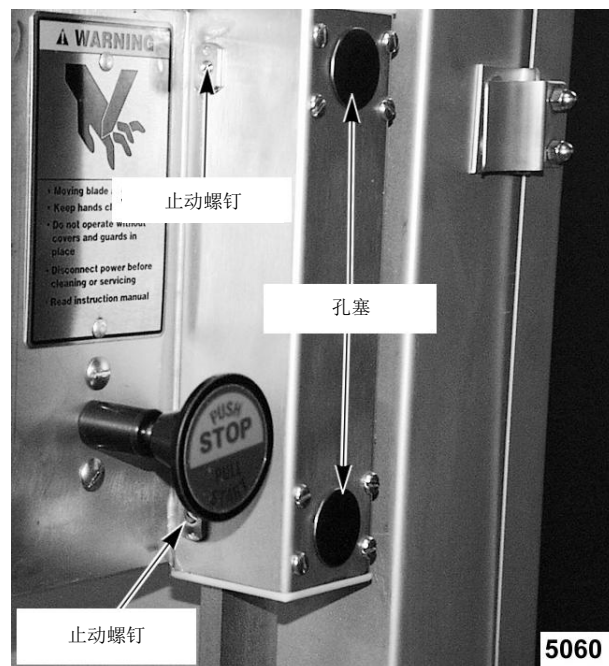

图15
1. 旋松滑杆罩壳一侧的两个止动螺钉(图15)。
2. 拆除罩壳前部的两个孔塞(图15)。
4. 提起滑杆，慢慢旋紧两个止动螺钉(图15)，直至恰好将滑杆固定到位。
7. 重新安装孔塞(图15)。